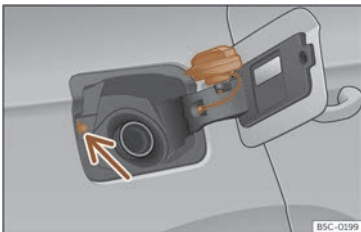

Fig. 193 Tapa do depósito co tapón encaixado.
- Colóqueo no espazo que hai na bisagra da tapa aberta >>> **fig. 193**.
Evite tocar o botón de bloqueo da tapa de combustible >>> **fig. 193** (frecha). O sistema entenderá que rematou e non poderá seguir recargando. Prema a tecla **B** da porta do condutor para continuar.